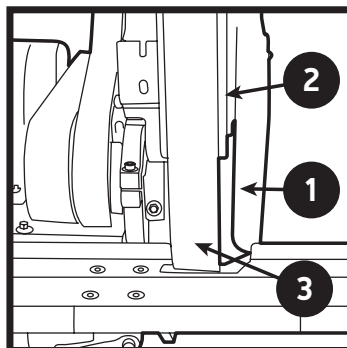

Figura 1
- a. El dispositivo de seguridad de la rueda de contacto y la placa vertical están ensamblados y ajustados de manera tal que la placa toca ligeramente el reverso de la banda abrasiva (Figura 1). **Consulte todas las instrucciones de instalación en la p. 35.**